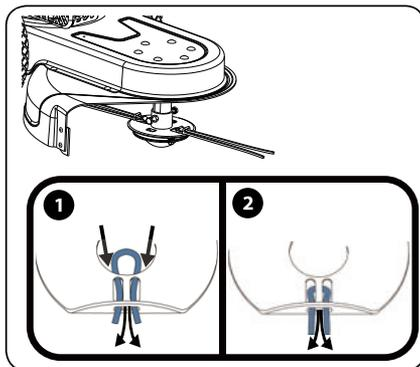

Figure 5-3.
4. Croisez les extrémités du fil et tirez-les fermement pour maintenir le fil de coupe en place. Voir la Figure 5-3.